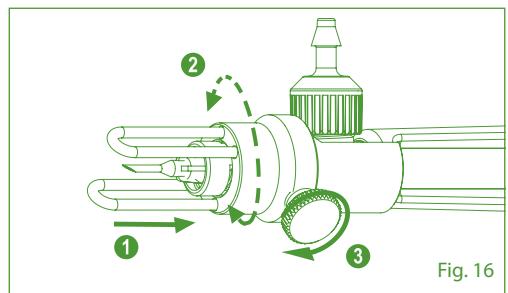

Fig. 16
4. Inserire il FishGuide™ ①, regolare la posizione ②, stringere gentilmente la vite zigrinata ③ (Fig. 16).
4. Insira o FishGuide™ ①, ajuste a posição ② e aperte suavemente o parafuso de aperto manual ③ (Fig. 16).